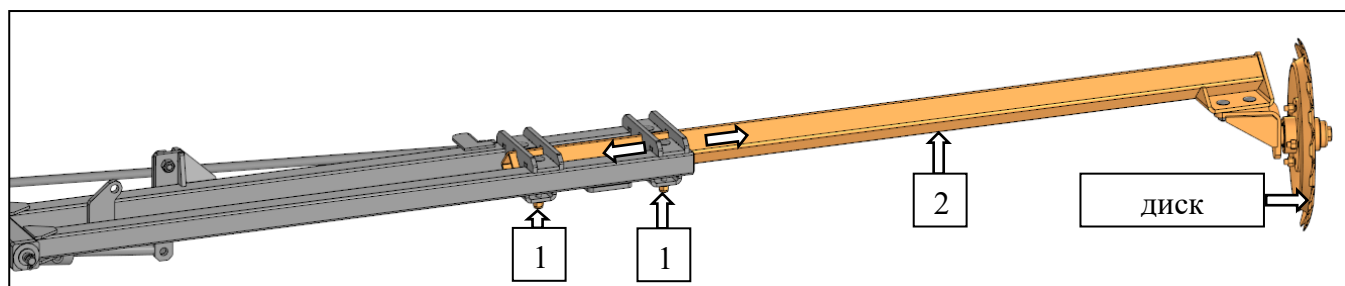

Рисунок 65 – Регулировка вылета маркера
1. Ослабить затяжку винтов (1), фиксирующих тягу диска маркера (2). Отрегулировать вылет диска маркера (2), рис. 65.
2. Надёжно зафиксировать тягу диска маркера (2) винтами (1), рис. 65.